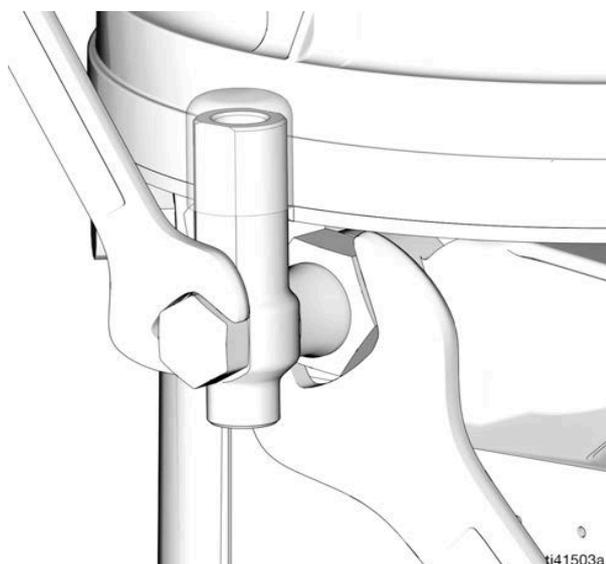

Fig. 15
Relâcher la pression dans l'élément de pompe à l'aide de deux clés travaillant dans des directions opposées sur l'élément de pompe et le raccord d'élément de pompe pour desserrer lentement le raccord uniquement jusqu'à ce que le raccord soit desserré et qu'aucun lubrifiant ou air ne s'en échappe. Répéter l'opération pour chaque élément de pompe installé (Fig. 15).
- Utiliser toujours deux clés travaillant dans des directions opposées pour raccorder quoi que ce soit à l'élément de pompe ou aux raccords auxiliaires. Voir Fig. 15 à titre d'exemple.